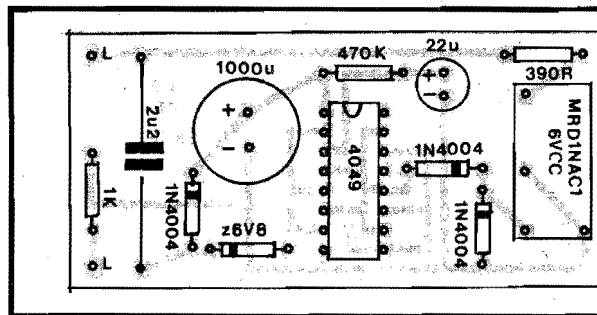

Fig. 3
- FIG. 3 - "CHAPEADO" DA MONTAGEM - Agora o "outro lado" da placa (com relação ao mostrado na fig. anterior...), já com as peças posicionadas, todas identificadas pelos seus códigos, valores, polaridades, etc. Notem que, em APE, os componentes são minuciosamente detalhados no chapeado, de modo a facilitar a interpretação por parte do montador... Em outras publicações, os componentes aparecem, nos "chapeados", re-codificados como "R1, C2, Q3, etc. o que obriga o montador a uma nova "tradução", fonte de erros e confusões que evitamos facilmente pela nosso método... De qualquer modo, os chamados componentes polarizados (que apresentam posição única e certa para inserção à placa...) devem merecer maior dose de atenção: o Integrado (com sua extremidade marcada "apontando" para o resistor de 470K), os diodos, inclusive o zener (todos com suas extremidades de **ca**todo nitidamente identificadas pela faixa ou anel em cor contrastante...), os capacitores eletrolíticos (com suas polaridades indicadas, tanto no visto "chapeado" quanto no próprio "corpo" do componente...), etc. Observar que